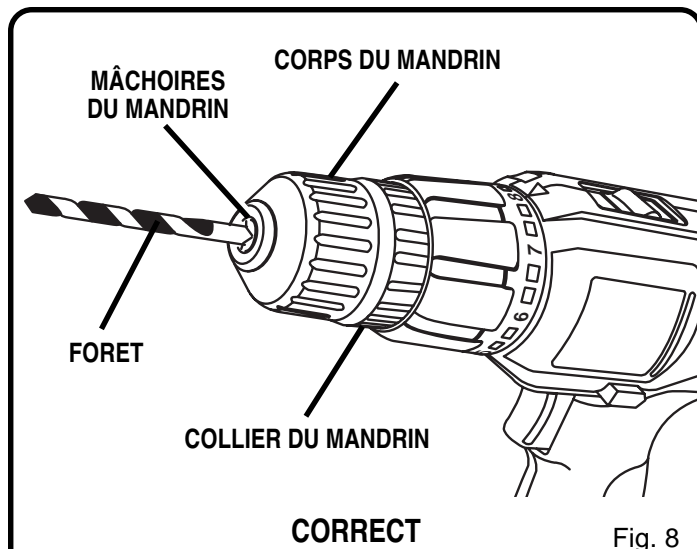

Fig. 8
- Insérez la mèche dans le mandrin, jusqu'à une profondeur égale à la longueur des mors. Voir la Figure 8.
Voir la Figure 8.